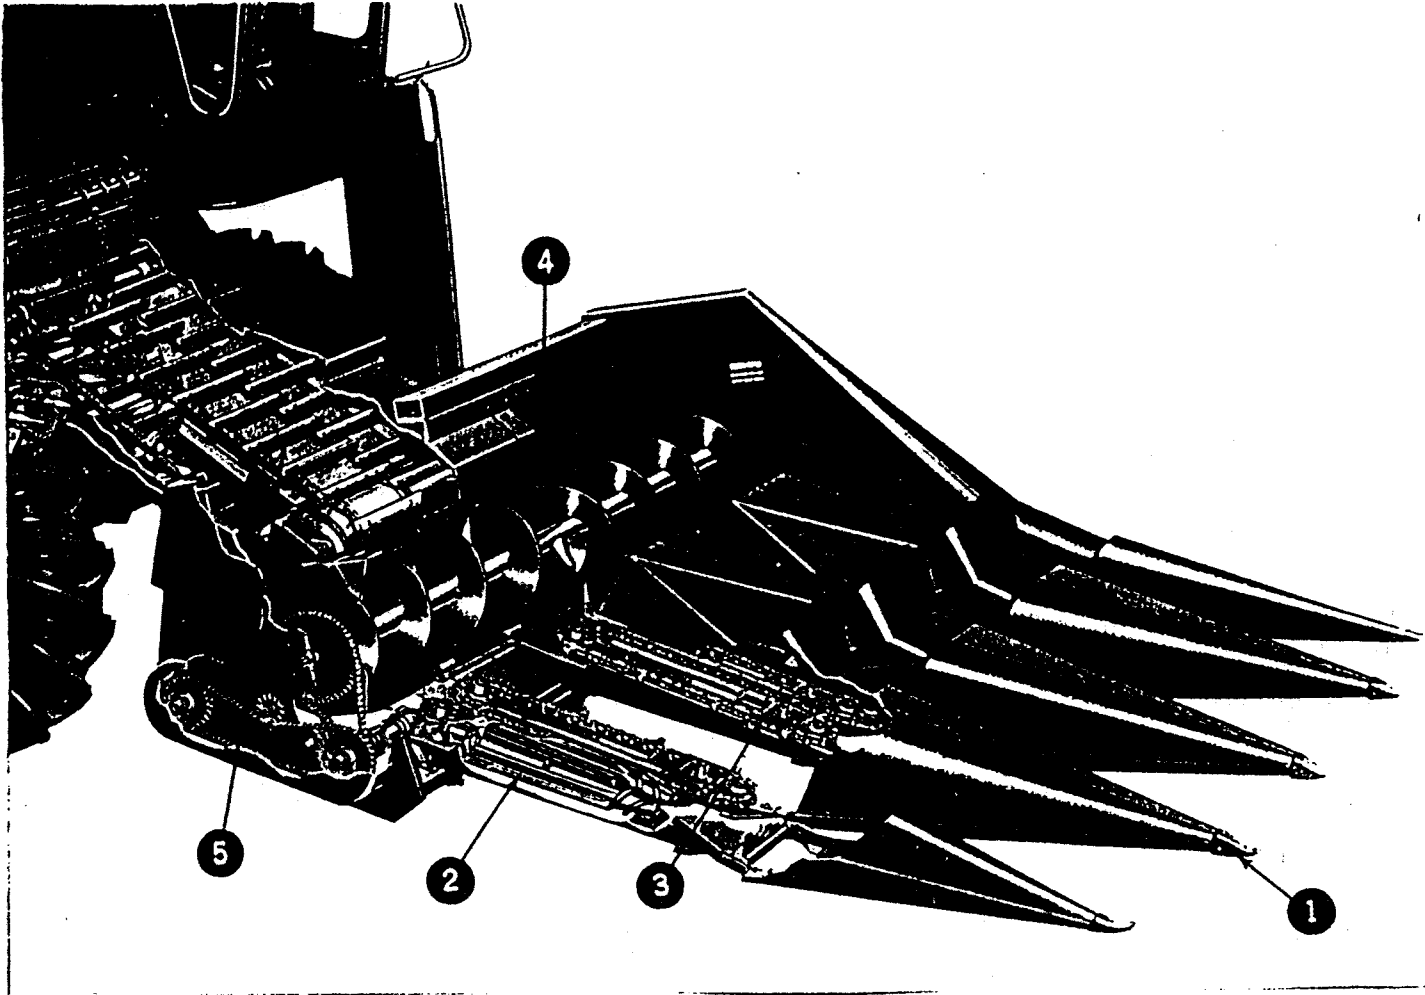

FIGURA 2. CABEZAL PARA MAIZ
En el caso del maíz, se utiliza un cabezal especial (Figura 2). Este posee puntas juntadoras (1), las que van colocadas entre las hileras del maíz. Los rodillos despojadores (2) sujetan los tallos del maíz y tiran de ellos rápidamente hacia abajo de los rodillos. Las cadenas juntadoras recogen las mazorcas y las transportan a un sinfín (4) que las lleva al transportador del alimentador (5). El transportador del alimentador lleva las mazorcas hasta el cilindro trillador.